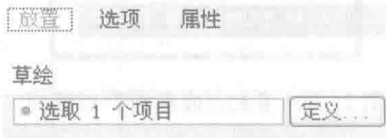
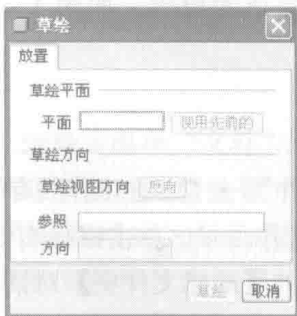
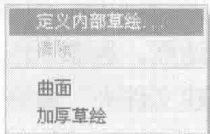

图 1-17 放置滑面板
图 1-18 【草绘】对话框
图 1-19 定义内部草绘
(2) 草绘截面。单击操控板上的“放置”按钮，系统弹出“放置”滑面板（再次单击该按钮可以关闭该面板），如图 1-17 所示。单击面板右侧的“定义”按钮 **定义...**，系统弹出 **【草绘】** 对话框，如图 1-18 所示。在 **【草绘】** 对话框中进行草绘平面的设置与放置后，即可进入草绘模式；或在绘图区单击鼠标右键，弹出快捷菜单，选择“定义内部草绘”，如图 1-19 所示，草绘拉伸的截面。